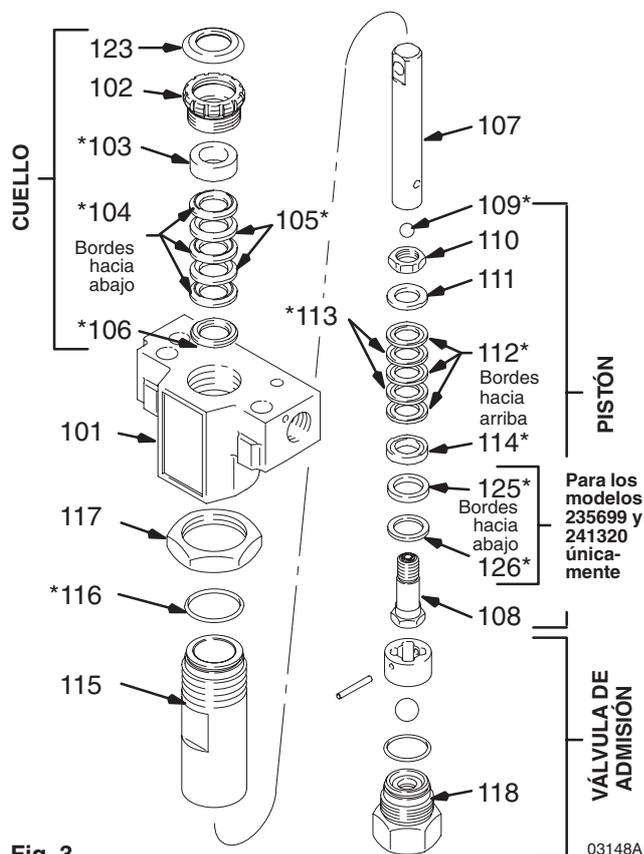
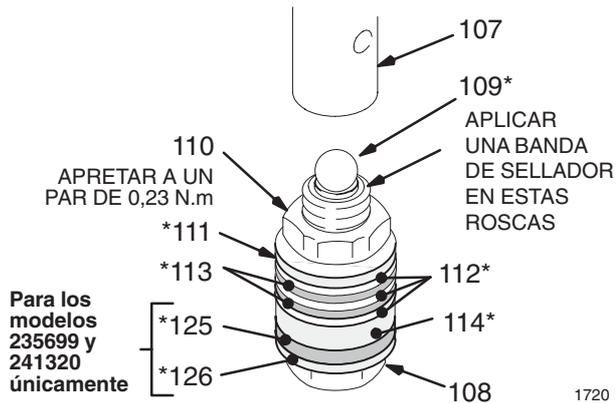

Fig. 3
Fig. 4
### Desarmado de la bomba (Vea Fig. 3)
**NOTA 1:** Alterne las empaquetaduras de plástico y de cuero. Vea Fig. 3. Los bordes de las empaquetaduras en V del cuello deben estar dirigidos hacia abajo. Los bordes de las empaquetaduras en V del pistón deben estar dirigidos hacia arriba. Una instalación incorrecta puede deteriorar las empaquetaduras y provocar fugas en la bomba.
- Revise el exterior del vástago del pistón (107) y el interior del cilindro (115) en busca de signos de desgaste. Cambie las piezas gastadas para que las empaquetaduras nuevas proporcionen una buena hermeticidad.
- Apile las siguientes piezas en la válvula del pistón (108), una de cada vez:
*Modelos 235699 y 241320 únicamente:* la arandela de protección (126\*) y la copa en U (125\*); después *Todos los modelos:* el casquillo hembra (114\*), alterne tres empaquetaduras de plástico (112\*) con dos de cuero (113\*), y el casquillo macho (111\*). Vea Fig. 4.
- Apriete la tuerca (110) en la válvula del pistón (108) a un par de 0,23 N.m. Vea Fig. 4.
**NOTE 3:** Observe la alineación entre el pistón (108) y la tuerca (110). Mantenga esta alineación hasta el paso 8.
- Coloque la bola (109\*) en la válvula del pistón (108). Vea Fig. 4.